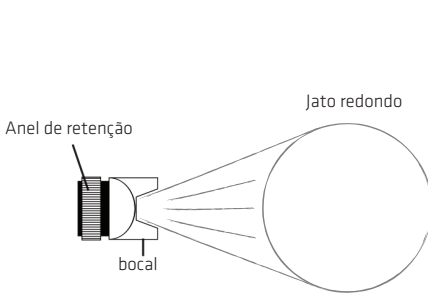

Figura 2
- Para aplicação em peças pequenas ou se deseja uma pulverização mais fina utilize o jato redondo (Figura 2).